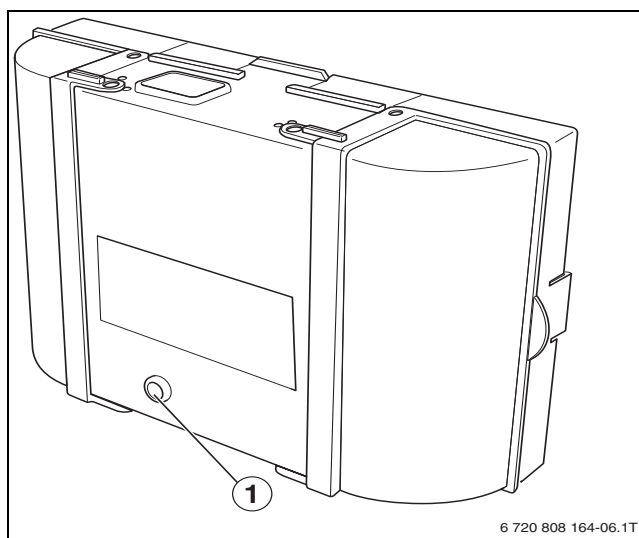

Bild 15 Störungen am Feuerungsautomaten zurücksetzen
- ▶ Reset-Taste am Feuerungsautomaten drücken (→Bild 15). Die Störung wird nicht mehr im Display angezeigt.